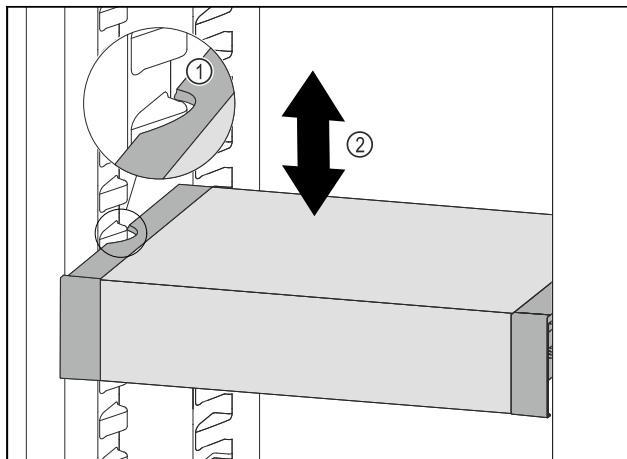

Fig. 175
- Tërhiqni VarioSafe për nga përpara, derisa foletë anësore të VarioSafe të jenë në lartësinë e brinjëve të kutisë në pjesën e ftohjes. Fig. 175 (1)
- Lëvizni VarioSafe për lart ose për poshtë në pjesën e ftohjes, derisa të arrihet lartësia që dëshironi. *Fig. 175 (2)*